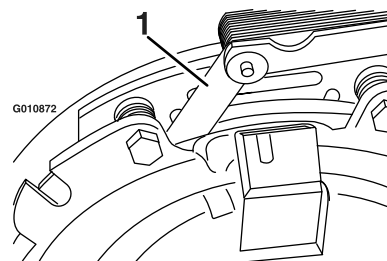
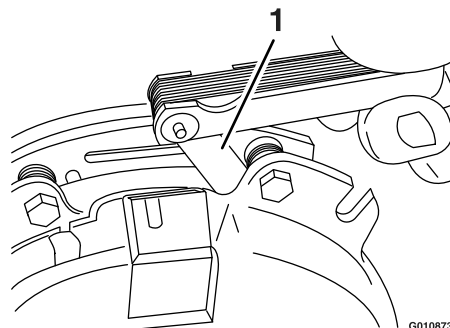

Figura 73
Figura 74
- E. Usando una galga de 0.25 mm (0.01"), compruebe la presencia de un espacio entre el rotor y la cara de la armadura en ambos lados del polo del freno, según se indica en Figura 73 y Figura 74.